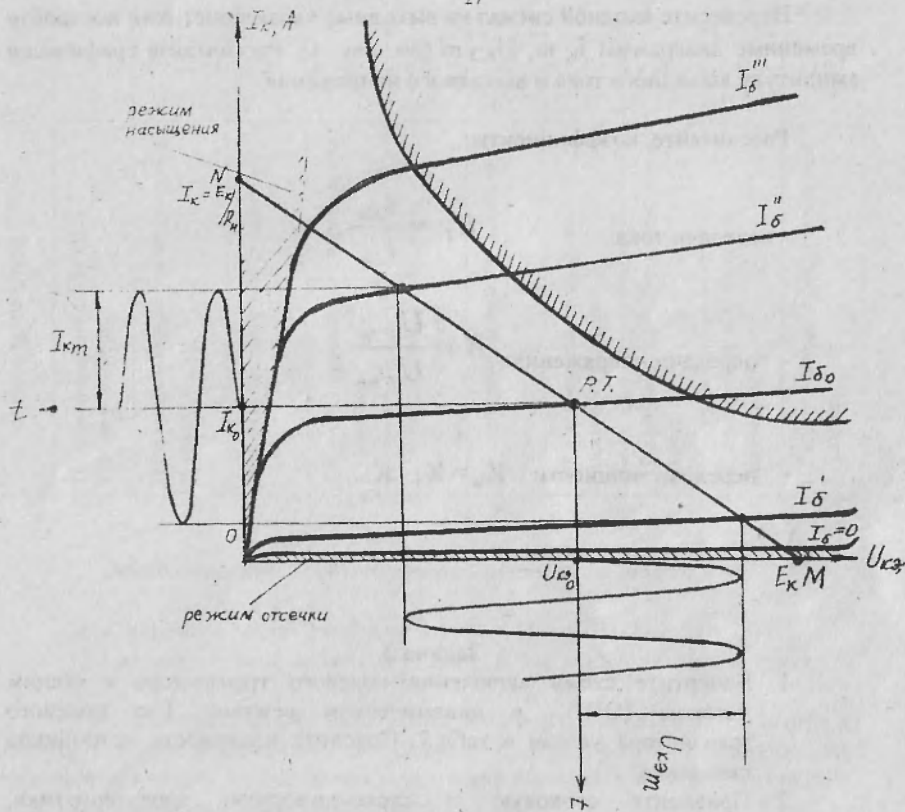

Рис. 1 (б). Выходные характеристики транзистора
2.4. Найдите в Приложении 2.2. графики входной и выходных характеристик Вашего транзистора. **Постройте эти характеристики по точкам на миллиметровой бумаге.** Расположение графиков должно соответствовать рис.1. Разместите графики на развороте листа: на левой стороне листа разместите входную характеристику, а на правой – семейство выходных характеристик. **Оформление рисунков должно соответствовать требованиям, приведенным в общих указаниях по оформлению ДКР.**
Определите из графика $U_{B\text{ЭПТ}}$ спроецировав р.т. на ось $U_{B\text{ЭПТ}}$ (рис. 1).
2.8. В импульсных и цифровых устройствах транзисторы используются в режимах отсечки и насыщения. На рис. 1 указаны области, соответствующие режимам *отсечки* и *насыщения*. Обозначьте их на своем графике. Если на графике отсутствует характеристика при $I_B = 0$, область отсечки не отмечается. Поясните это в своем ответе.
2.9. По заданной амплитуде входного напряжения $U_{BЭ m}$ постройте на графике входной характеристики временные диаграммы $U_{BЭ m}$, $I_B m$, полагая, что входной сигнал имеет синусоидальную форму. Рассчитайте графически амплитуду входного тока (см. рис. 1).
Перенесите входной сигнал на выходные характеристики и постройте временные диаграммы I_{km} , $U_{KЭm}$ (см. рис. 1). Рассчитайте графически амплитуду выходного тока и выходного напряжения.